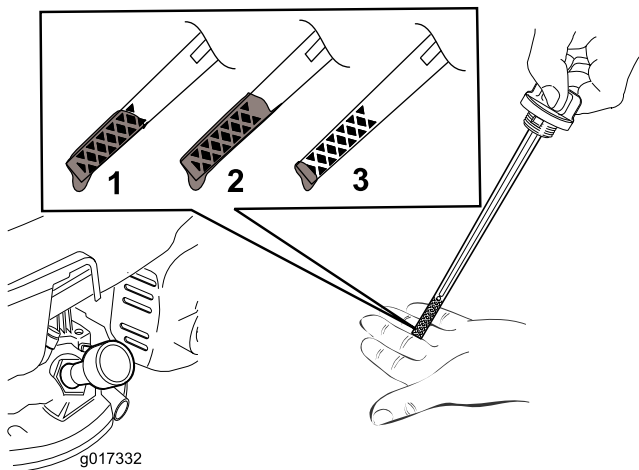
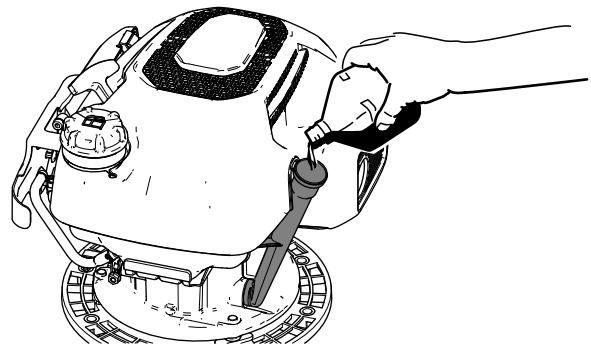

Bild 34
Bild 35
5. Wenn der Ölstand nahe oder unter der unteren Grenzmarkierung am Ölpeilstab (Bild 34) liegt, gießen Sie langsam das angegebene Motoröl in den Öleinfüllstutzen (Bild 35) und warten Sie 3 Minuten.
5. Legen Sie eine Auffangwanne neben dem Mähwerk an der Öleinfüllstutzen- und auf den Boden (Bild 35).
1. Gießen Sie das angegebene Motoröl langsam in den Öleinfüllstutzen (Bild 35) und warten Sie 3 Minuten.